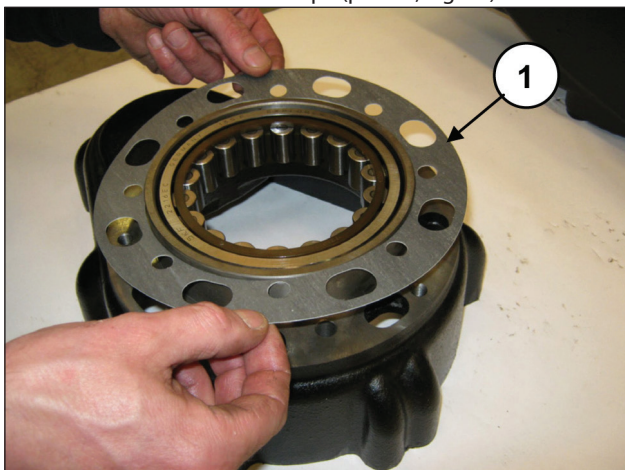
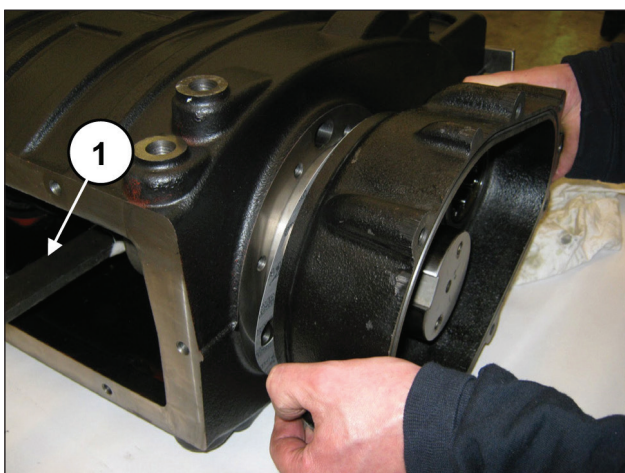

Fig. 63
Fig. 64
Desde el lado opuesto, introducir la junta lateral en la caja del reductor (pos. ①, Fig. 63) y levantar el eje acodado para facilitar la introducción de la tapa (pos. ①, Fig. 64).